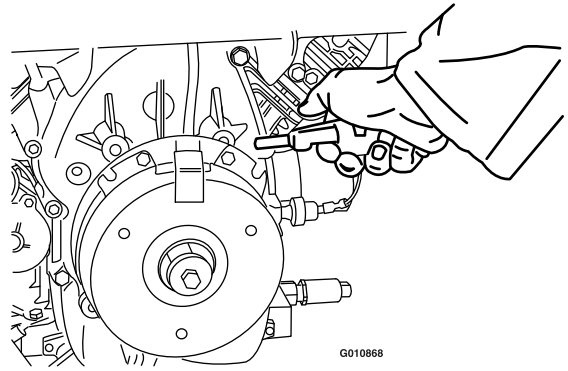

図 67
- エアコンプレッサーを使って、ブレーキポールの下とブレーキスペーサーの周囲から破片を吹き飛ばす(図 67)。